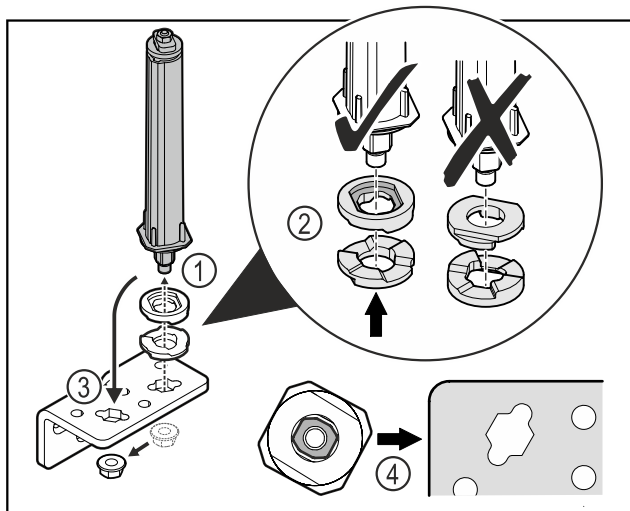

Fig. 36
- ▶ Vabastage mutter ja eemaldage ukseelukustussüsteem Fig. 36 (1).
- ▶ Pöörake tähelepanu kõrguseseadeseibide korrektsele väljajoondusele Fig. 36 (2).
- ▶ Paigutage ukseelukustussüsteem šarniirnergikus ümber ja fikseerige mutriga Fig. 36 (3).
- ▶ Pöörake sissepanemisel tähelepanu ukseelukustussüsteemi korrektsele väljajoondusele Fig. 36 (4).